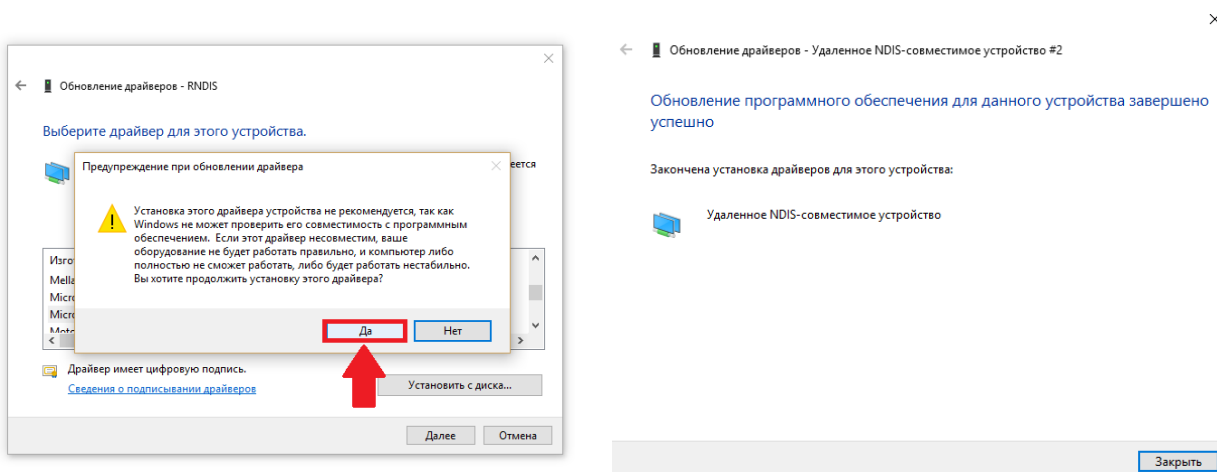
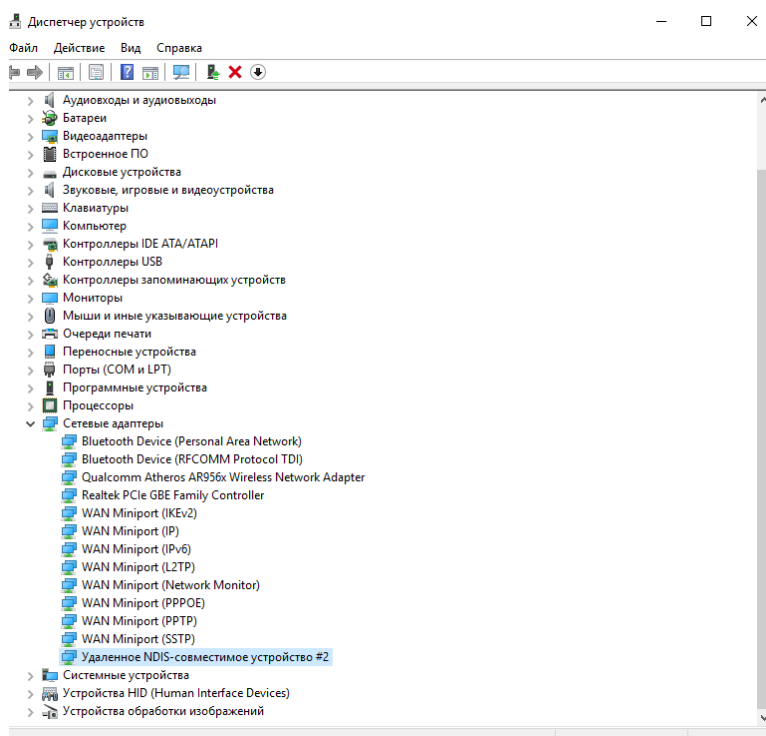

Рис. 9. Согласие с предупреждением
Рис. 10. Проверка диспетчера устройств после установки драйвера
5. В списке «Изготовитель» находим строчку «Microsoft» и кликаем по ней (рис. 9, б). Затем, в обновленном списке «Модель» находим «Удаленное NDIS-совместимое устройство», выбираем его и жмем «Далее».
6. Жмем «Да» (рис. 9, а)
7. Если установка пройдет успешно, то мы получим такое сообщение (рис. 9, б) и вместо RNDIS во вкладке «Сетевые адаптеры» мы должны увидеть «Удаленное NDIS-совместимое устройство» (рис. 10):